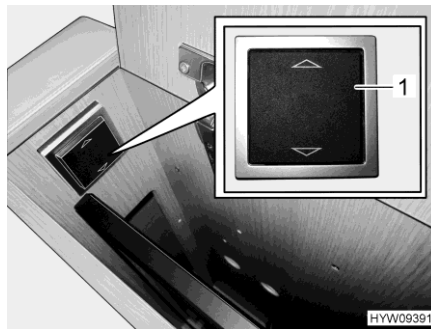

Fig. 101 Interruttore (comando elettrico)
- Schermo piatto a scomparsa elettrica: Premere la metà superiore dell'interruttore (Fig. 101,1). Lo schermo piatto si solleva automaticamente.